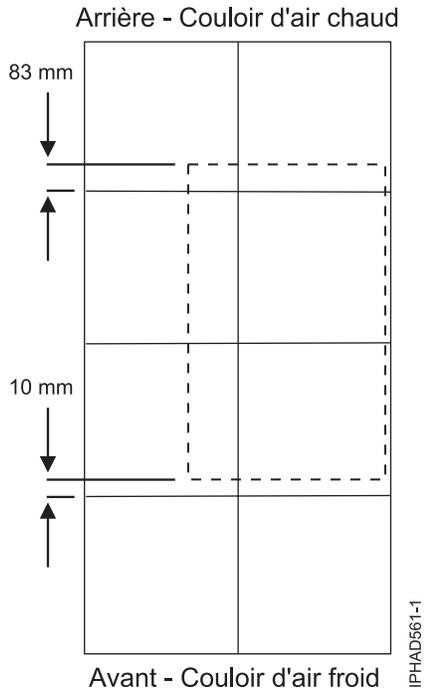

Figure 65. Positionnement de l'armoire pour dalles de 600 mm
3. Les figures figure 59 et figure 65, à la page 122 ne sont destinées qu'à montrer les positions relatives et les dimensions précises des découpes du plancher. Il ne s'agit ni d'un modèle de machine, ni d'une représentation à l'échelle.